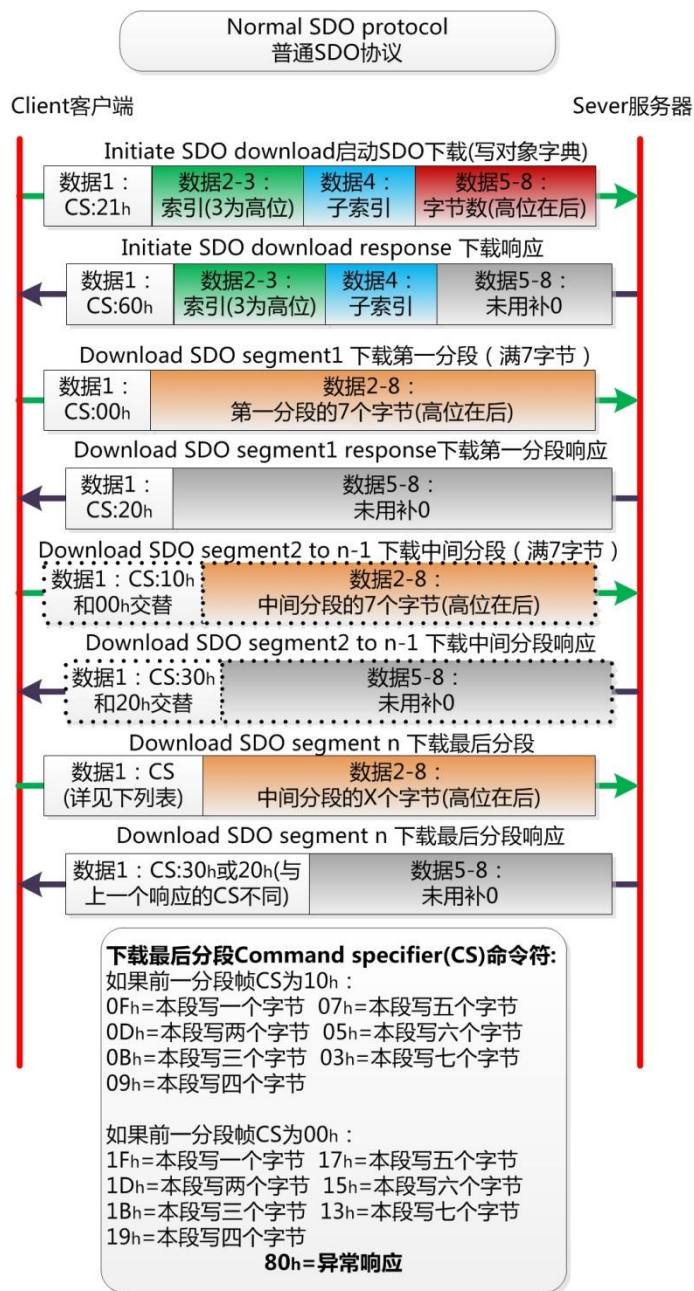

图 8.4 普通 SDO 下载协议
1. 下载协议 download protocol 如图 8.4 所示。